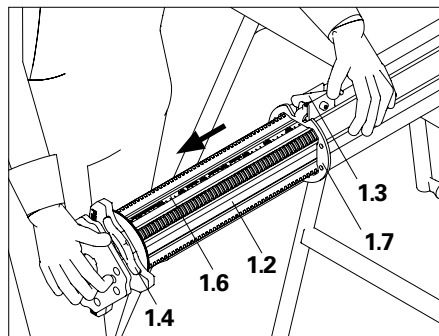

Fig. A1.01a
L'écrou de réglage (1.4) est déverrouillé. (Fig. A1.01a)
2. Extraire le fût intérieur (1.2) sur la longueur d'étau requise. (Fig. A1.01a + A1.01b)